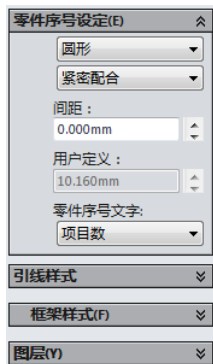
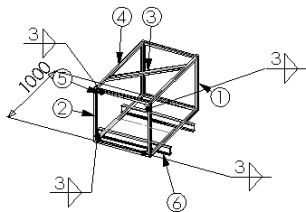

图 14-21 选择零件序号布局
图 14-22 添加零件序号
(2) 在“自动零件序号”属性管理器中的“零件序号设定”栏中，选择“圆形”样式，选择“紧密配合”大小设置，选择“项目数”作为零件序号文字，如图 14-21 所示，单击“确定”按钮，添加零件序号如图 14-22 所示。